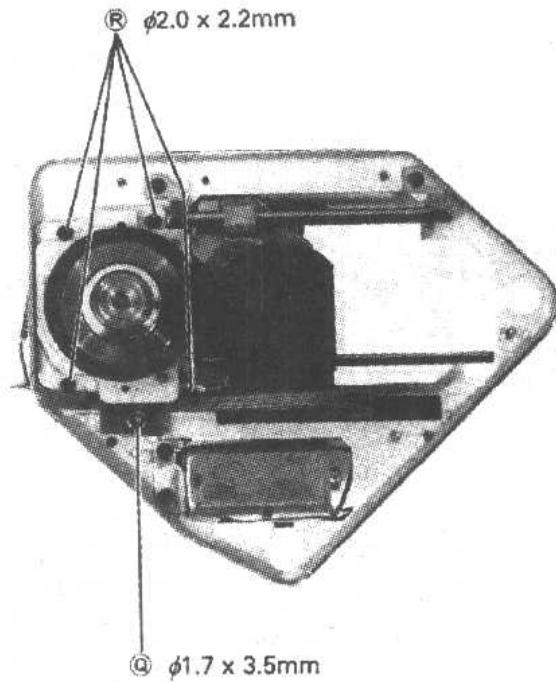

图 1.17
- (2) 取下可拆卸印刷电路板上的 1 个螺钉 ② 和 4 个马达固定螺钉③ , 见图 1.17。